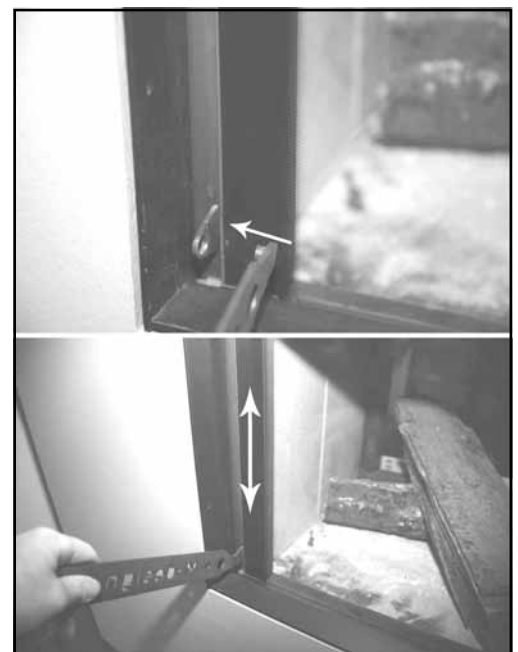

Bild 3
- Öffnen Sie das Fenster (Bild 3)